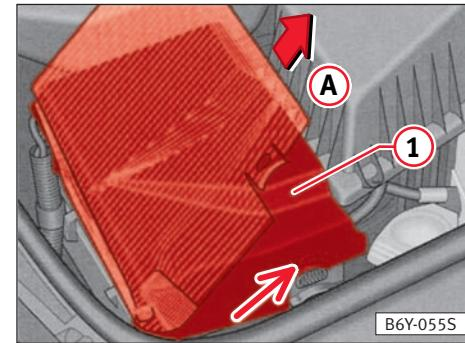

Fig. 126
- Tire ligeramente de las pestañas laterales de la tapa de la batería ⇒ flecha, **fig. 126**. Levante la tapa a unos 45° y sáquela tirando en dirección a la flecha ④.